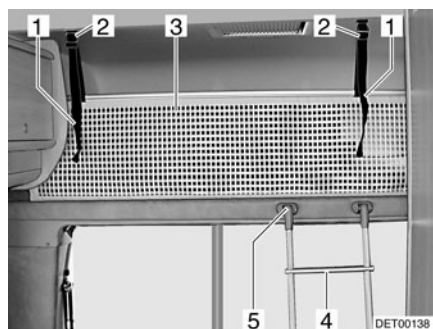

Fig. 77 Cama de alcoba
Para subir a la cama de alcoba, utilizar la escalera de ascenso (Fig. 77,4) equipada de serie.
- Enganchar la escalera con los largueros en el soporte (Fig. 77,5) del panel de la alcoba.
La red de seguridad (Fig. 77,3) viene de serie entre el colchón y el somier. Tender la red de seguridad cuando las personas ya se encuentren en la alcoba.
- Engatillar las cintas de sujeción (Fig. 77,1) en los soportes en el techo (Fig. 77,2).